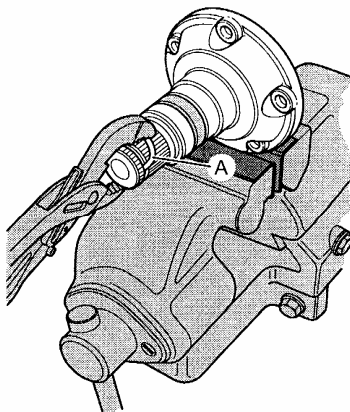

图 12-111 拆卸法兰轴卡簧
(6) 将法兰盘轴放在虎钳护口中, 然后夹紧虎钳, 用一只新的卡簧 A 把原先的卡簧从法兰轴的槽中压出来, 如图 12-111 所示。重新安装时必须换用新卡簧。